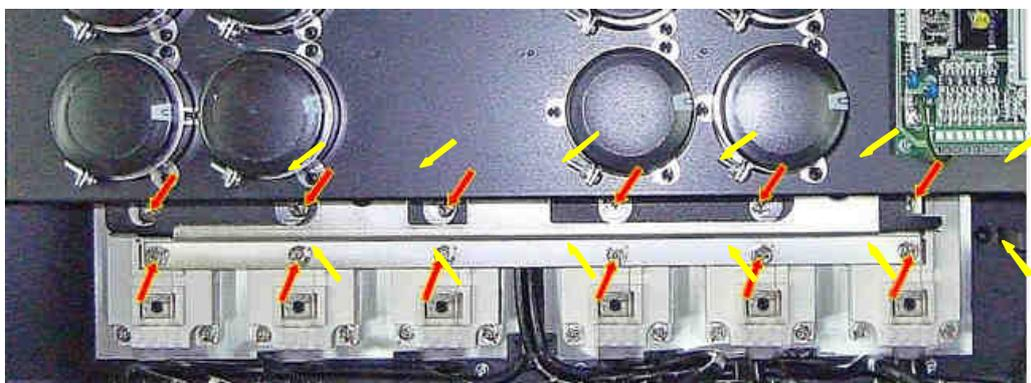
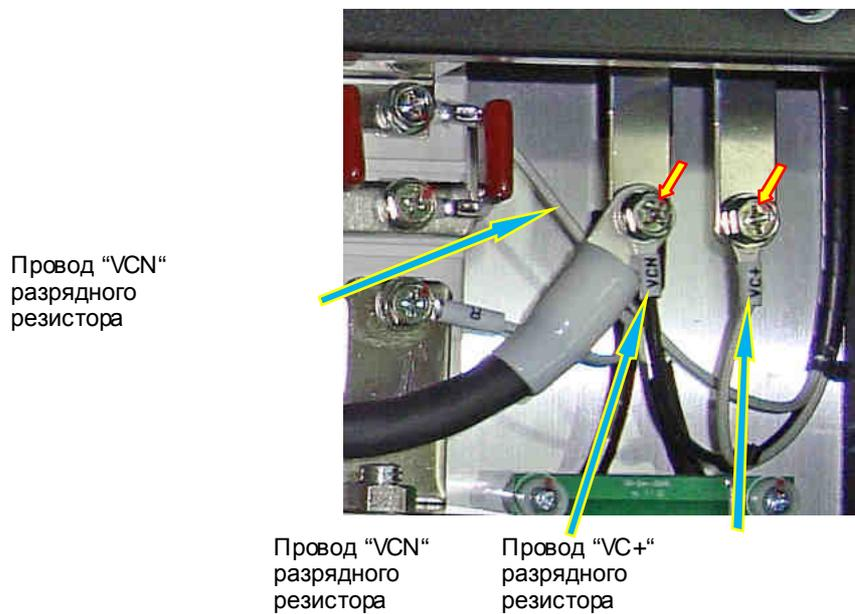

Рис. 7.20.
Рис. 7.22.
7.11.3.4. Вкрутить неплотно винты (12 шт.) крепления шин «+» и «-» блока конденсаторов в контакты «2», «3» модулей IGBT (рис. 7.20).
7.11.3.8. Окончательно затянуть винты крепления шин блока конденсаторов к контактам модулей IGBT и диодно-тиристорных модулей (рис. 7.20, 7.21), затянуть винты крепления проводов разрядного резистора и силовых проводов к выводам шин блока конденсаторов (рис. 7.22);